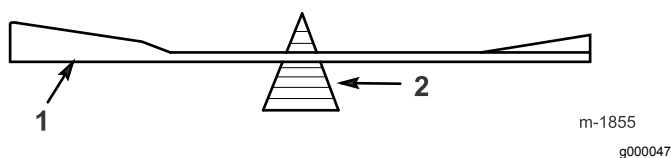

Bild 42
2. Prüfen Sie die Auswuchtung jedes Messers auf einer Ausgleichsmaschine (Bild 42).